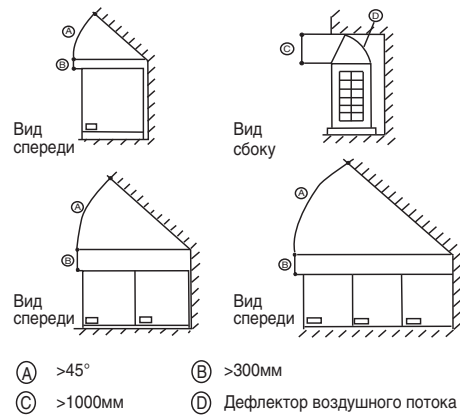

Рис. 4-13
- Для уточнения расстояния до препятствия выше наружного блока, см Рис. 4-13.